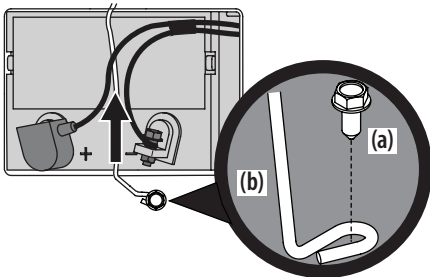

Figure 13
- Retirez la vis à bride hexagonale (a) fixant le support de fixation de la batterie (b) au châssis. Relevez ensuite le support de fixation de la batterie (b) pour dégager la batterie. Consultez la Figure 13.